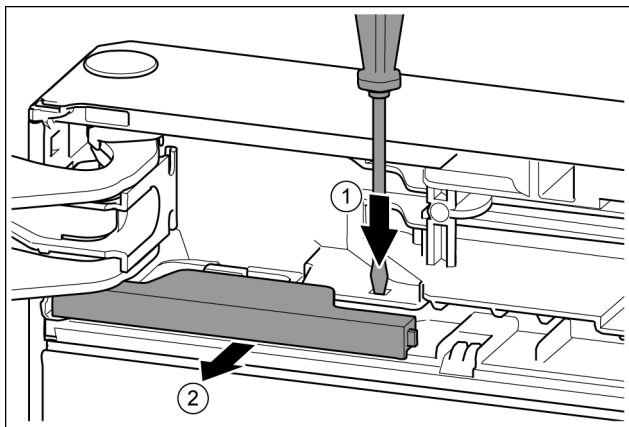

Fig. 14
- ▶ Plochým skrutkovačom zatláčajte strmeň. Fig. 14 (1)
- ▶ Kryt vyťahnite z aretácie. Fig. 14 (2)